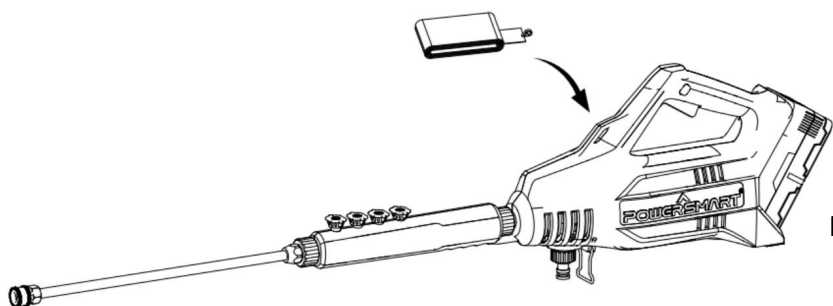

Fig.6
1. Installer le courroie comme le montre la figure 6